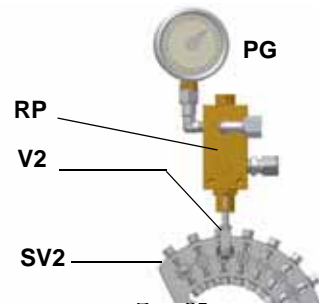

Рис. 25
- 10 для получения максимального расхода мазутного топлива регулировать давление (считывая значения на манометре PG), не изменяя при этом, уже отрегулированный, во время настройки работы на газе, расход воздуха (см. предыдущий параграф): все время проверяя параметры продуктов сгорания, воздействовать на винт варьируемого сектора, соответствующий мазутному топливу **SV2** (см. Рис. 25), но по достижении положения большого пламени.